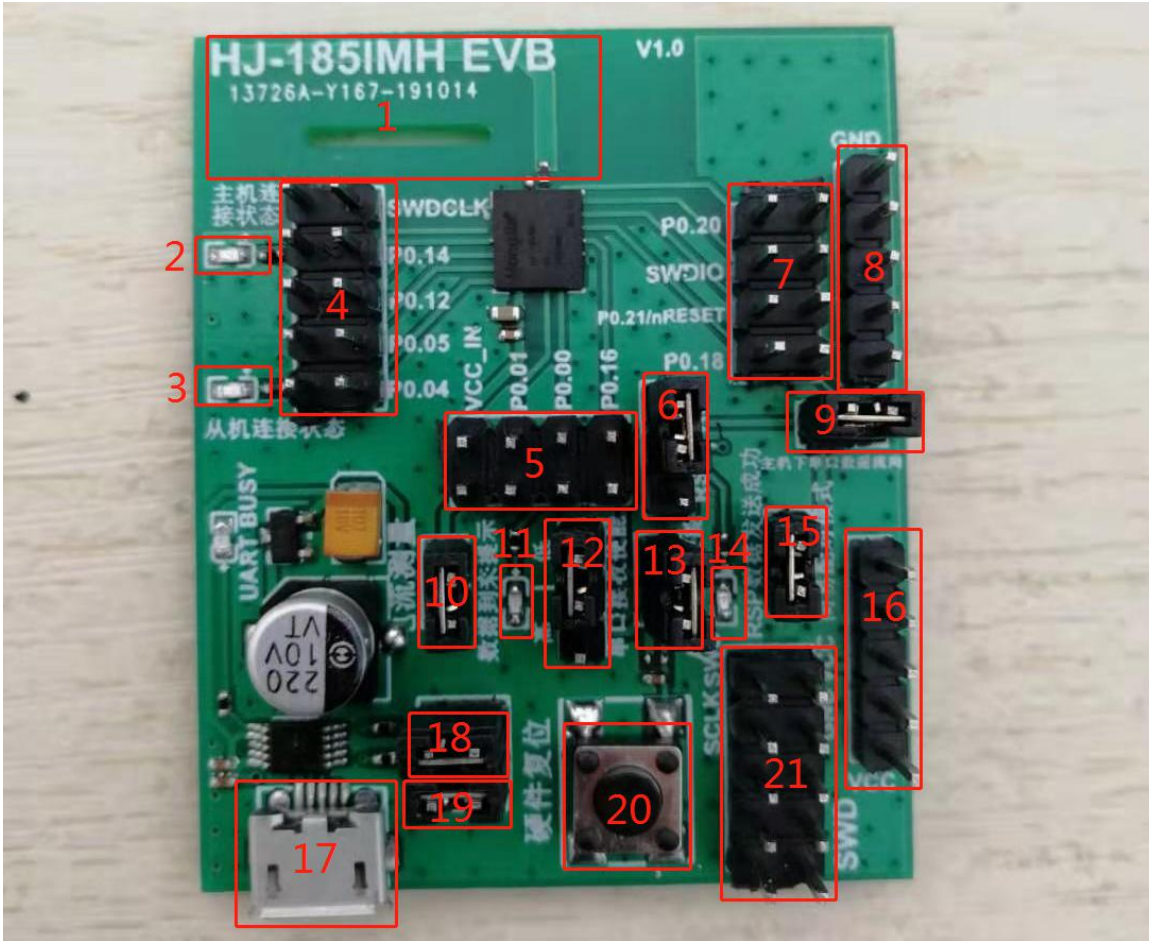

图 2-1 HJ-185IMH KIT V1.0 硬件资源图
我司为 HJ-185IMH 模组设计了测试所用的电路板，型号为：HJ-185IMH KIT V1.0 。硬件资源如图 2-1 所示，每个部分的定义如表 2-1 所示。硬件原理图参考文件：“HJ-185IMH\_KITV1.0 原理图.pdf”。（模组固件名称为 HJ-185LHFC。）
1、将评估板上的“APP 配置使能”端口用跳线帽连接（图 2-1 中第 13 号位置），或用杜邦线将 P0.16 引脚拉高，即为使能 APP 配置。
2、将评估板上的“APP 配置使能”端口的跳线帽去掉（图 2-1 中第 13 号位置），并且用杜邦线将 P0.16 引脚拉低，即为禁用 APP 配置。
一定将评估板上的“APP 配置使能”端口的跳线帽去掉（图 2-1 中第 13 号位置），保证 P0.16 引脚悬空。